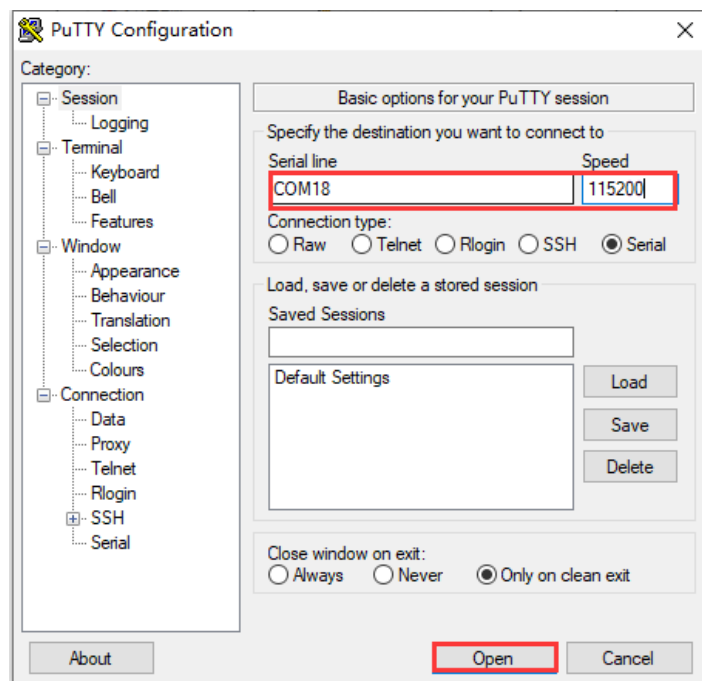

图 5
- 3、打开 Putty 软件选择对应的板载串口号，波特率设置为 115200，如图 5 所示；